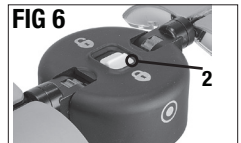

FIG 6
Pour faire basculer les têtes d'éclairage : Placer le bouton de blocage (2) en position de déverrouillage 6. Orienter les têtes d'éclairage vers le haut ou vers le bas de chaque côté à la position souhaitée. Bloquer les têtes d'éclairage en plaçant le bouton à la position de verrouillage 6. Voir figures 6 et 7.